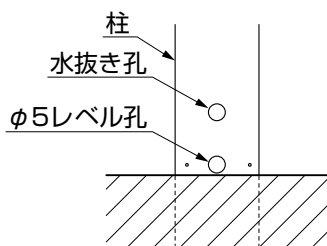

図2-1
- 各柱のレベル孔は水平にそろえて取付けてください。水平にそろっていないとフェンスの連結ができなかったり、上ブラケットが取付けられなくなる場合があります。(図2-1参照)